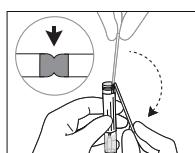

Fig. 2a
4. Piegare l'asta del tampone con un angolo di 180 gradi per romperla nel punto di rottura, facendo attenzione a tenere la provetta lontano dal viso. Se necessario, ruotare delicatamente l'asta del tampone per completare la rottura e scartare la parte superiore dell'asta del tampone (Fig. 2A e 2b). Se il tampone utilizzato non presenta un punto di rottura, tagliare la parte dell'asta in eccesso.